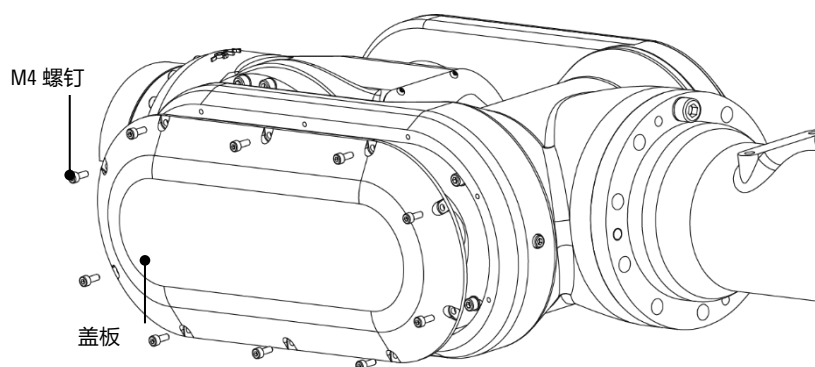

图 10-13 拆卸盖板
- 步骤3.** 拆卸左侧操作机盖板，采用内六角扳手拆卸 8 颗 M4 螺钉，如图 10-13 所示。